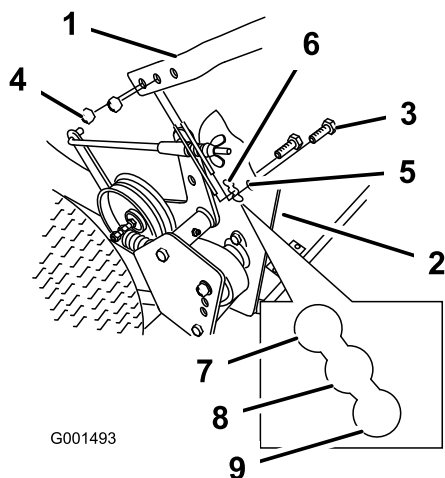

Figure 15
- Desserrez les boulons supérieurs ((3/8 x 1-1/4 inches)) et l'écrou à embase de fixation de la poignée au bâti arrière (Figure 15)
- Retirez les boulons inférieurs ((3/8 x 1 inch)) et les écrous à embase de fixation de la poignée au bâti arrière (Figure 15)